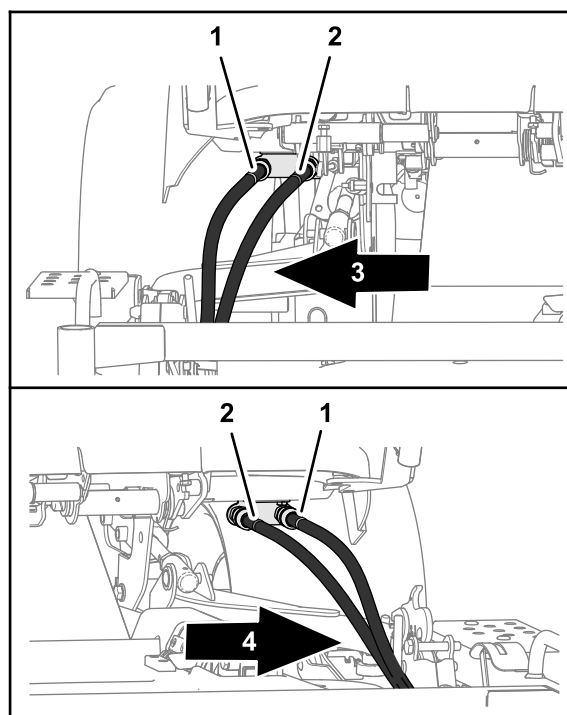

Рисунок 114
- Отсоедините гидравлические шланги с каждой стороны тягового блока (Рисунок 114).
- A. Подсоедините гидравлический шланг с синей меткой к быстроразъемному штуцеру (имеющему синюю метку), расположенному ближе к центру машины; см. Рисунок 114 в разделе Демонтаж деки газонокосилки \(страница 84\).
- B. Подсоедините гидравлический шланг с красной меткой к быстроразъемному штуцеру (имеющему красную отметку), расположенному ближе к борту машины; см. Рисунок 114 в разделе Демонтаж деки газонокосилки \(страница 84\).